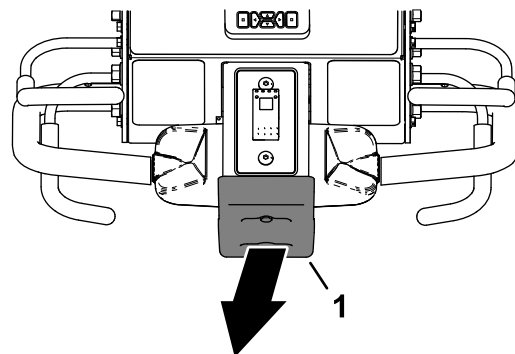

Bild 92
- Entfernen Sie sich vom Anschlagschalter (Bild 92).